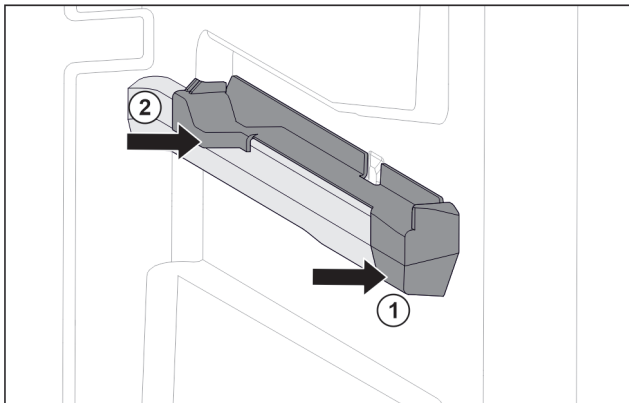

Fig. 98 Insteekdeel op rechter containerrib
- ▶ Insteekdeel voor tegen containerrib plaatsen. Fig. 98 (1)
- ▶ Insteekdeel achter aandrukken. Fig. 98 (2)